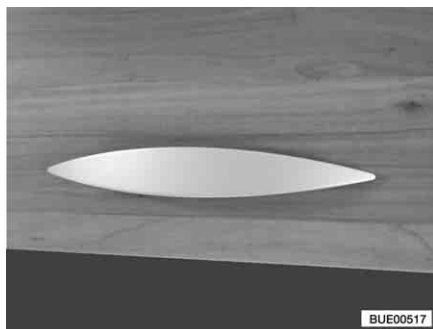

Fig. 41 Sportello del mobile con maniglia (esempio)
- Tirare la maniglia (Fig. 41) finché lo sportello del mobile non si apre.